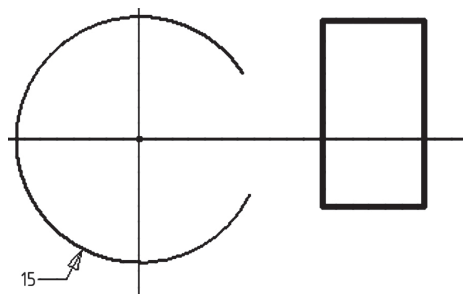

Рис. 6
- Из панели «Рисование» выбираем команду «Прямоугольник», располагаем *примитив* произвольно на *рабочей плоскости*, как показано на рис. 6.